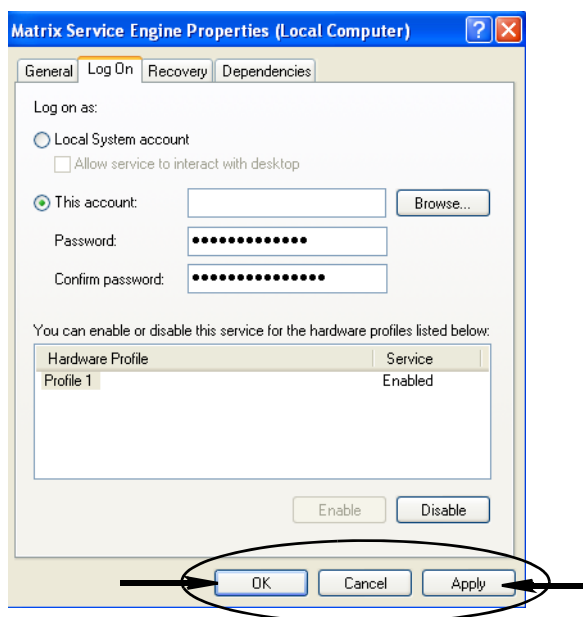

FIG. 41
- Si l'ordinateur ne peut pas trouver le nom d'utilisateur, le message d'erreur illustré dans la FIG. 41, page 42 s'affiche. Passez à l'étape.
- i. Cliquez sur le bouton "Apply" (Appliquer) pour appliquer les modifications puis sur le bouton "OK" (FIG. 41).